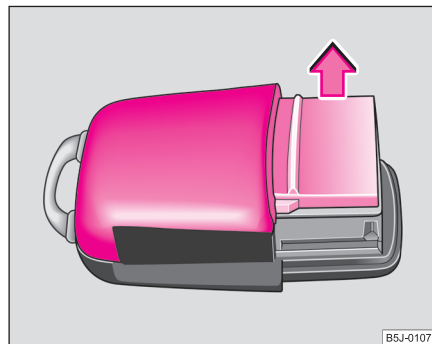

Abb. 20 Deckel des Sendergehäuses
- Nehmen Sie den Deckel des Sendergehäuses ⇒ Seite 40, Abb. 20 in Pfeilrichtung ab.